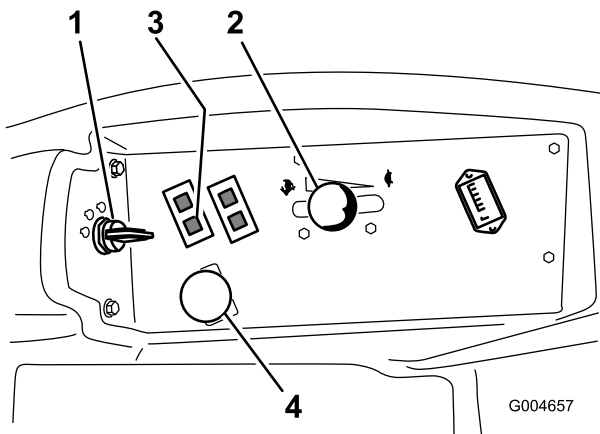

Bild 18
4. Schieben Sie den Zapfwellenantriebsschalter auf „Aus“ (Bild 18).
5. Bewegen Sie den Gasbedienungshebel in die Mittelstellung zwischen Langsam und Schnell (Bild 18).